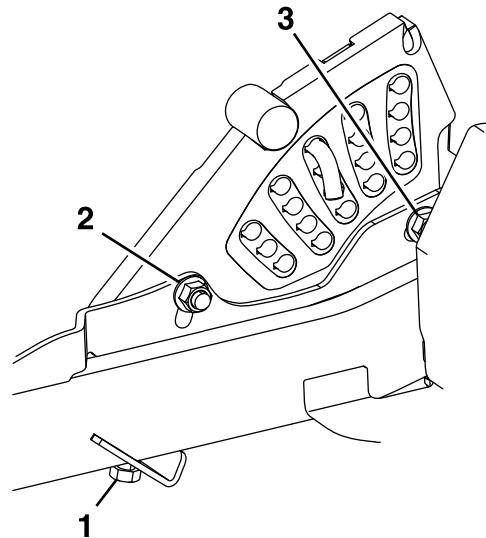

Bild 85
13. Wenn die vier Einstellvorrichtungen des Mähwerks nicht ausreichend eingestellt sind, um die genaue Schnitthöhe mit dem gewünschten Rechen zu erreichen, können Sie die zentrale Einstellsystem (Bild 85) einstellen.
14. Um das zentrale Einstellsystem einzustellen, lösen Sie zunächst die vorderen und hinteren Befestigungsschrauben für die Höhenverstellplatte (Bild 85).
16. Ziehen Sie die zwei Schrauben unten an der Schnitthöhenplatte an (Bild 85).